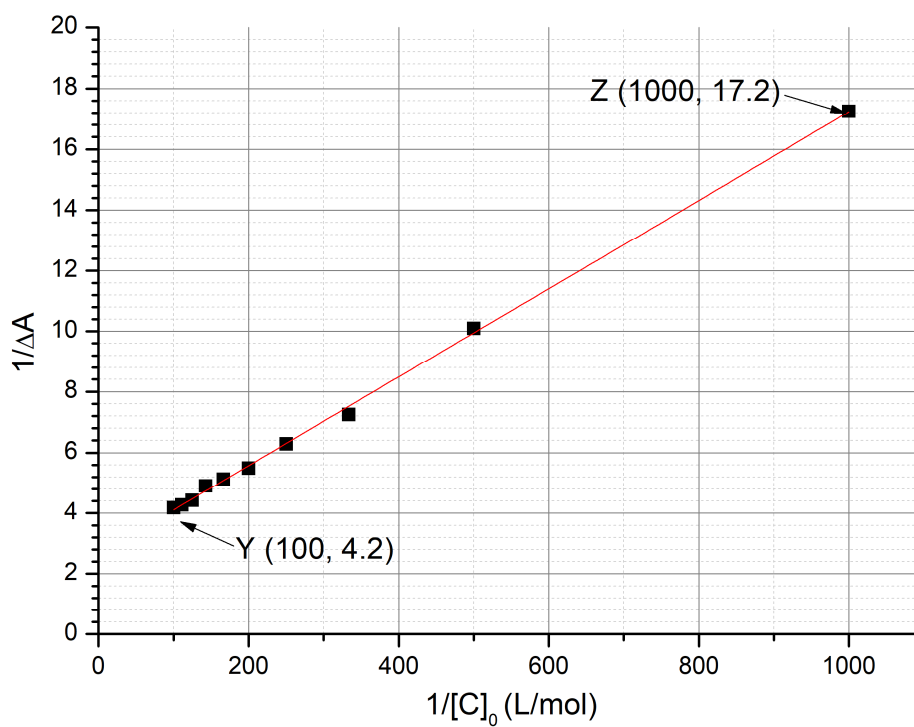

Fig. 3 – Evoluția $1/\Delta A$ în funcție de $1/[C]_0$.
6. **Determina** K_t utilizand urmatoarea curba experimentală (Fig. 3).